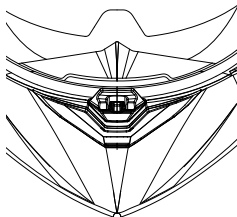

FIGURA 2
**TOMA DE AIRE FRONTAL MENTONERA — E — Figura 2/3**
- Figura 2: toma de aire completamente cerrada.